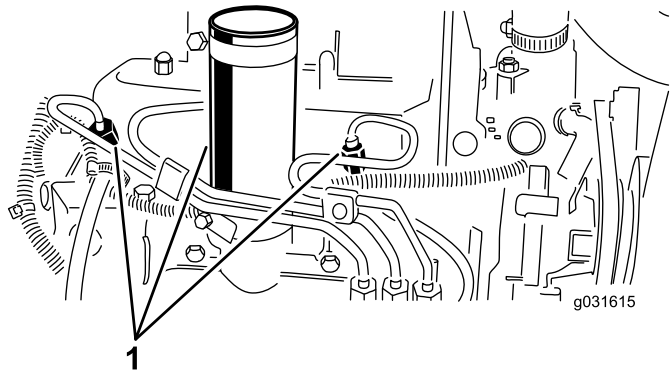

図 54
1. 燃料噴射ポンプの No.1インジェクタノズル **図 54** へのパイプ接続部をゆるめる。